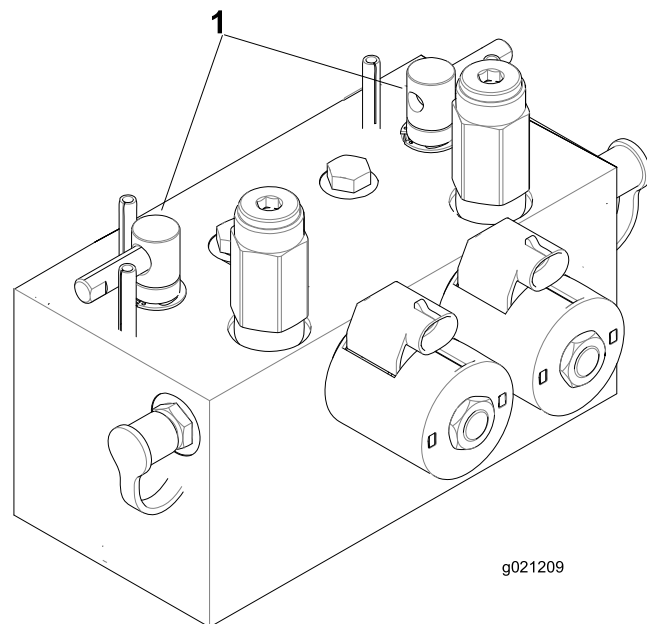

図 72
2. ラッチのロックを外してフードを開けるとバックラップレバーが見える 図 72。